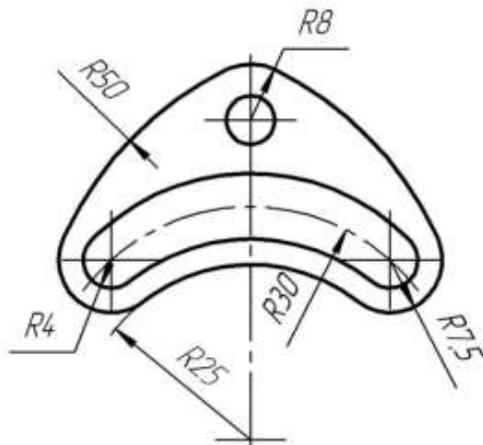

Рисунок 72. Простановка радиальных размеров
**Упражнение 10.** Простановка радиальных размеров. Проставить размеры радиусов по образцу (рис. 72).